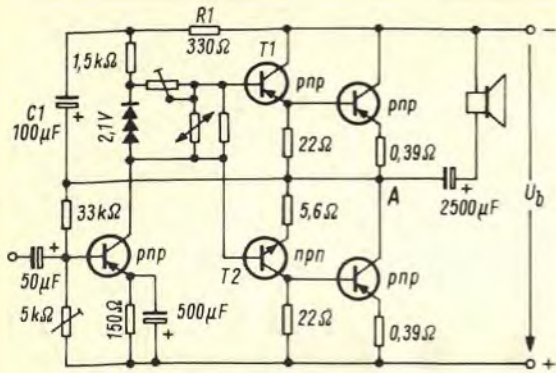
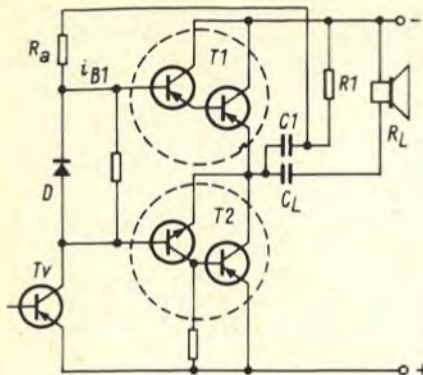

Bild 8. Ansteuerung mit komplementären Treibertransistoren
Bild 9. Vereinfachung von Bild 8, um die Aufstockung der Kollektorspannung des Treibers deutlich zu machen
Eine weitere Verbesserung – durch zusätzliche Linearisierung auch der Treiberstufe – erzielt man, indem man die Treiberstufe mit zwei komplementären Transistoren bestückt (Bild 8).
Vereinfacht man Bild 8, so erhält man Bild 9. Man erkennt jetzt leicht, daß für die Speisespannung des Vorstufentransistors die gleiche Bedingung wie in Abschnitt 3.2 für den Treibertransistor gilt. Wegen des Spannungsabfalls, den der Strom i_{B1} am Widerstand R_a erzeugt, muß diese Speisespannung größer als die der Endstufentransistoren sein. Deshalb ist auch hier der Hochpunkt von R_a über den Lautsprecher an die Batteriespannung gelegt. Ein Unterschied besteht nur darin, daß die Spannung nicht zwischen den Gliedern C_1 und R_L , sondern an der dazu parallel liegenden Reihenschaltung C_1 , R_1 abgegriffen wird.
Bild 11 zeigt, daß am Widerstand R23 die doppelte Spannung U_{RE} steht. Man kann sie sich durch eine Batterie erzeugt denken. Man kann sie aber auch als Spannungsabfall an einer Diode – gespeist durch den Vorstufentransistor – entstehen lassen (Bild 9). Es ist also:
- R_a in Bild 9 \cong R4 in Bild 11
- D in Bild 9 \cong R23 in Bild 11
- T_v in Bild 9 \cong R1 in Bild 11
Der in Bild 8 parallel zu den Dioden liegende Spannungsteiler dient zum genauen Einstellen der Basisvorspannung.